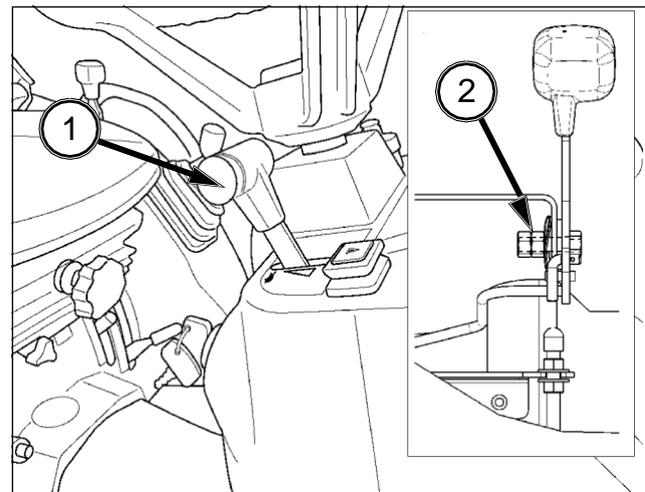

FIG. 110
FIG. 110: La palanca de aceleración (1) deberá permanecer en la posición elegida por el conductor. Con el funcionamiento normal del tractor, la fricción contra la palanca puede disminuir y esta puede abandonar la posición seleccionada. Si es necesario, gire la tuerca de ajuste (2) para mantener la palanca de aceleración en la posición elegida.